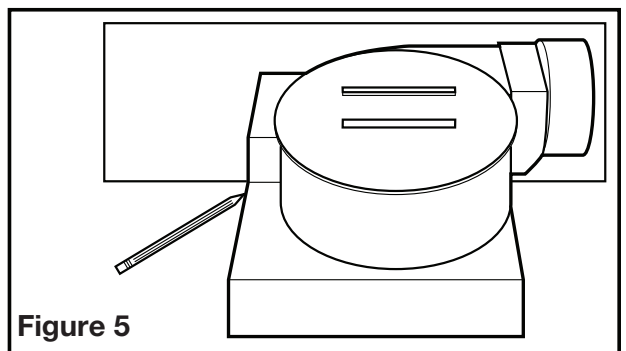

Figure 5
1. Positionner le cabinet contre la solive ou le montant et tracer le contour du cabinet sur le matériau du mur / plafond. Mettre le cabinet de côté et découper l'ouverture, en prenant bien soin de ne pas couper ou endommager d'utilité électrique ou dissimulée (Figure 5).